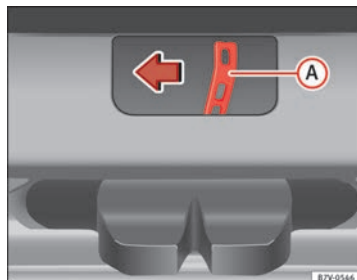

Fig. 194 Dal bagagliaio:
- Premere la leva di sbloccaggio ⇒ fig. 194 A nella direzione indicata dalla freccia, per sbloccare il portellone.